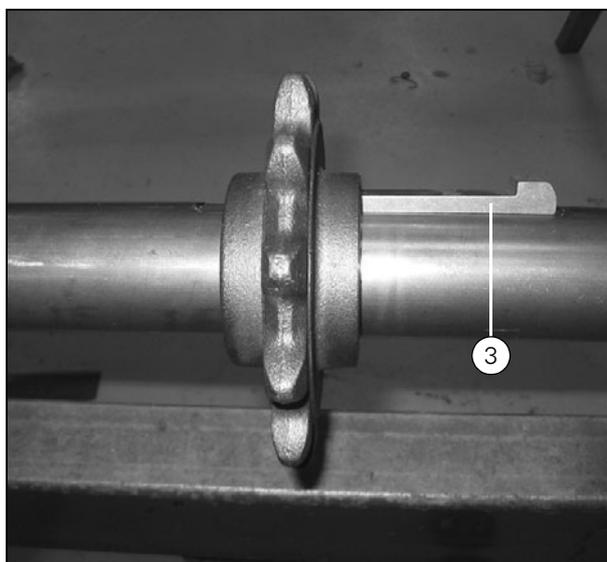

Рисунок 23
Закрепите звездочки при помощи шпонок с головкой (3) (Рис. 23). Шпонки вбиваются с той стороны, где еще не установлены защитные трубки вала (С).